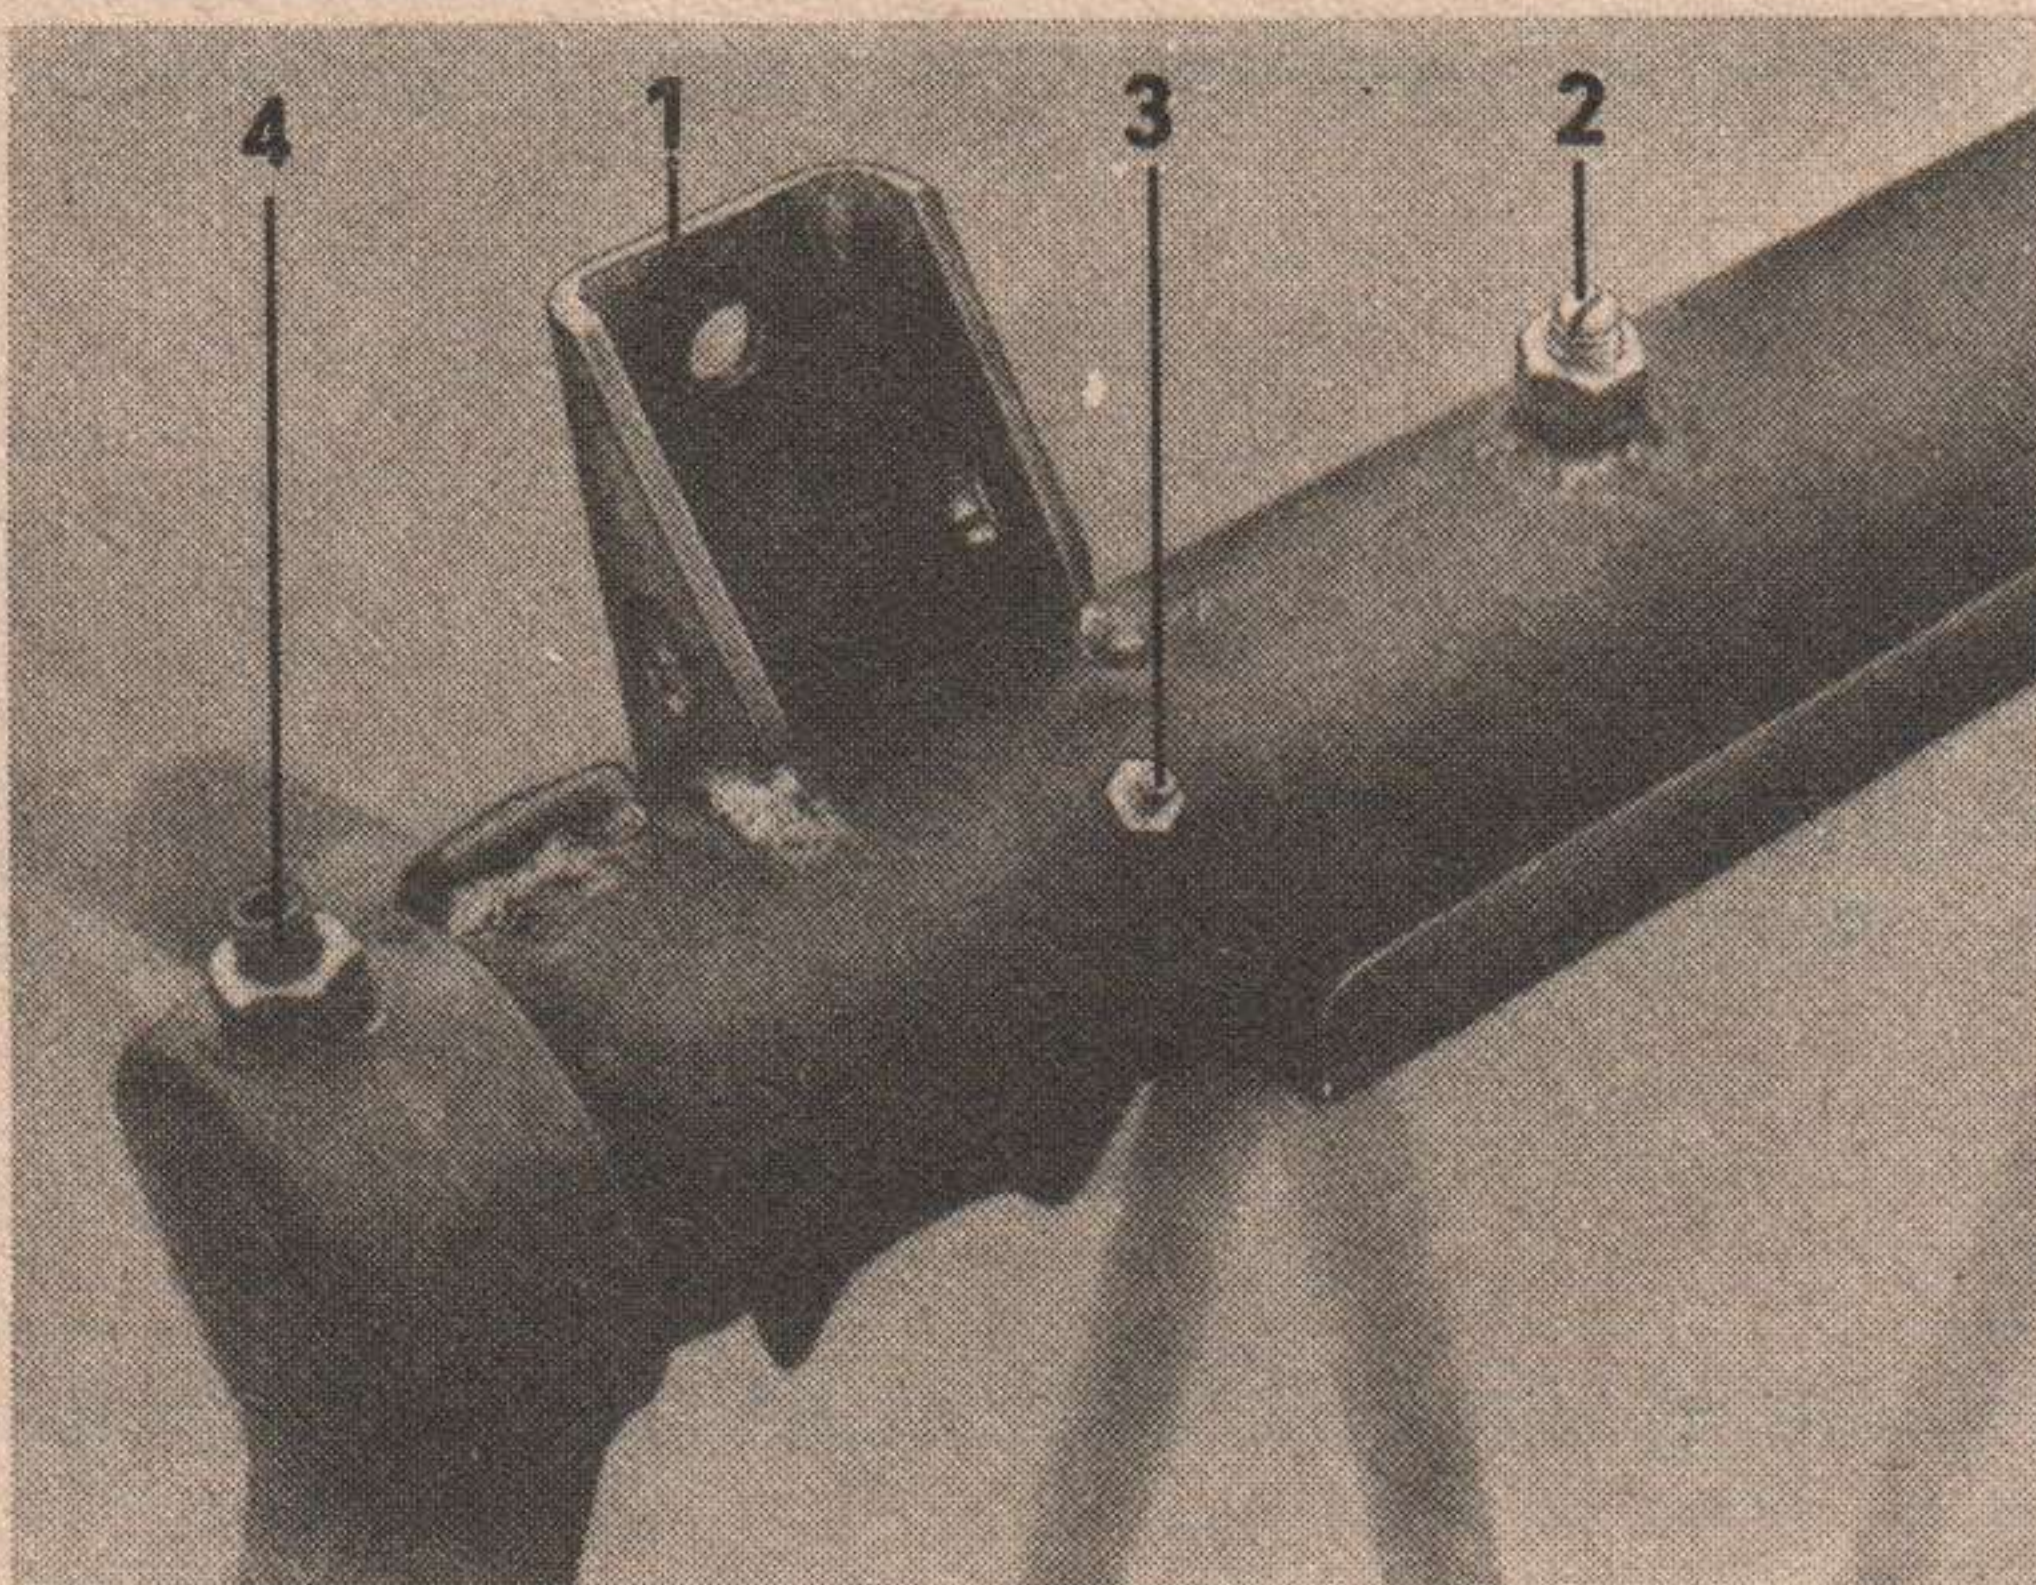

Bild 4.2. Achsrohr
Arbeiten am Achsrohr (Bild 4.2)
- M-12-Gewindestift 2 (Bild 4.2) mit Schraubendreher festhalten und Mutter lockern, Gewindestift vollständig herausschrauben.
- Schmierstelle 3 (Bild 4.2) mit Schmierfett SW A 532 füllen.